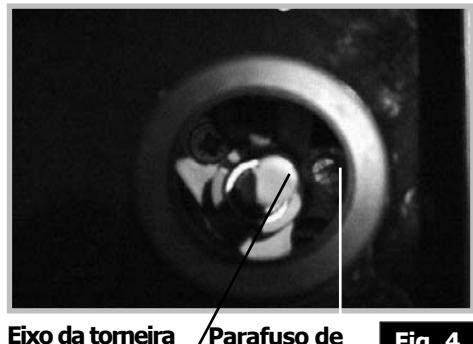

Fig. 4
- Com uma chave de fendas de ponta chata **enrosque bem** o parafuso de latão de redução do fluxo de saída de gás (amarelos) (**fig. 4**), no sentido dos ponteiros de um relógio.